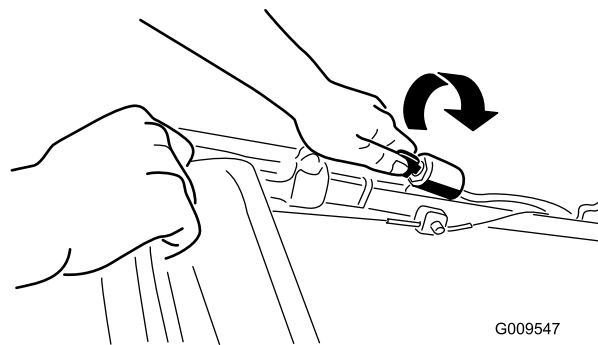
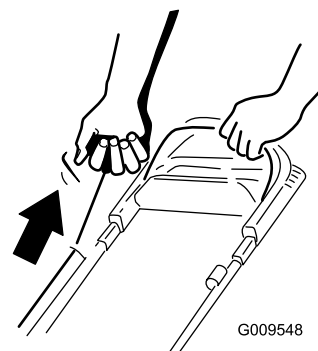

Figura 14
Figura 15
2. Gire la llave de contacto (Figura 14) (modelos de arranque eléctrico solamente) o tire del arrancador de retroceso (Figura 15).
con fuerza (Figura 15). Deje que la cuerda vuelva lentamente al manillar.